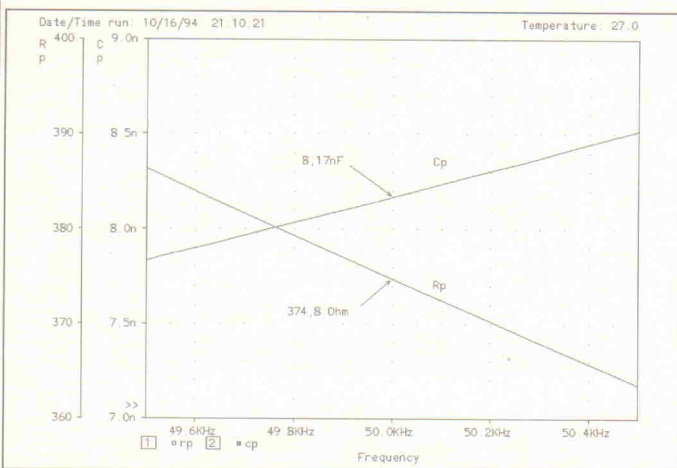

Bild 4: Darstellung der Ersatzwerte R_{3p} und C_{3p} als Funktion der Frequenz.
Schritt 7a: Die Ergebnisse der neuen AC-Analyse, dargestellt mit dem PROBE-Makro aus Listing 1c, zeigt Bild 4. Auswertung für $f_p = 50 \text{ kHz}$: